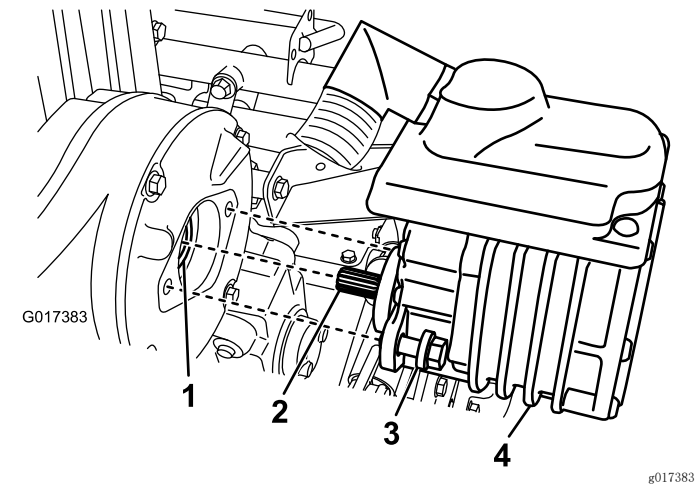

图38
2. 拆下将马达固定到传动装置外壳的 2 颗螺栓（图 38）。
4. 用润滑脂枪向传动装置的凹面泵入一到两次润滑脂（图 38）。